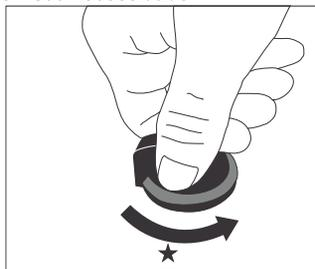

Figura 30
- Gire no sentido mostrado pela seta na Figura 30 até a posição de chama máxima.